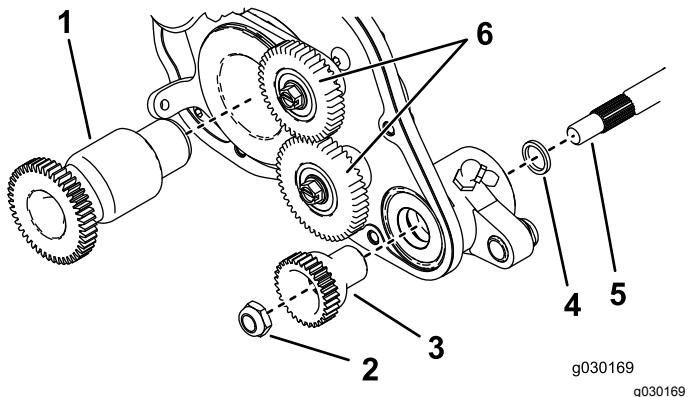

Figura 10
4. Applicate grasso alla tenuta nel supporto del cuscinetto del gruppo di trasmissione e all'estremità scanalata dell'albero grooming (Figura 10).
6. Fate scorrere l'estremità scanalata dell'albero grooming nel supporto del cuscinetto del gruppo di trasmissione (Figura 10).
8. Fissate l'ingranaggio all'albero grooming con il dado di bloccaggio dell'ingranaggio condotto (Figura 10).
13. Fissate l'ingranaggio di trasmissione del groomer all'albero del cilindro sul lato destro del cilindro (Figura 10) e serratelo a 170 N·m.
14. Montate e fissate gli ingranaggi tendicinghia (Figura 10) e serrate le viti a testa cilindrica a 13,5 N·m.